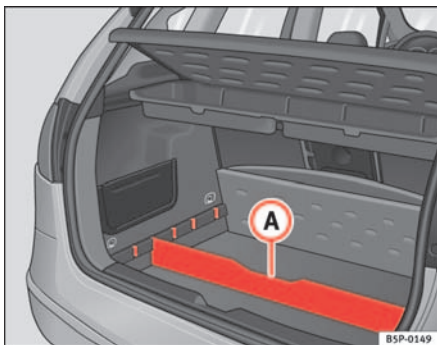

Abb. 104 Trennelement
- Das Trennelement **A** ⇒ Abb. 104 je nach Größe der zu transportierenden Gegenstände in die seitlichen Schlitzlöcher einsetzen. Unter dem Fach befinden sich die Bordwerkzeuge und das Ersatzrad.